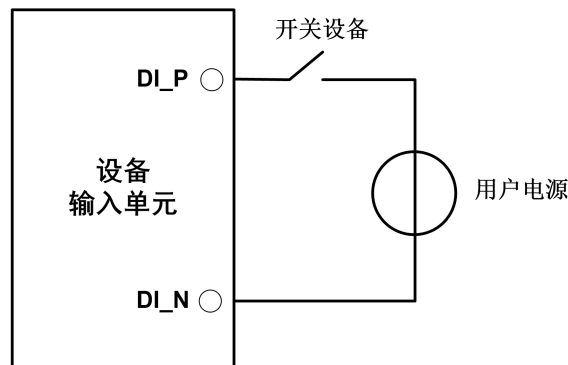

图 4.3 DI 网络连接示意图
- 1) 定时记录模式用于定时采集外部设备的开关状态，如阀门的闭合与开启、电动机的启动与停止、触点的接通与断开等，连接示意图如图 4.3 所示。